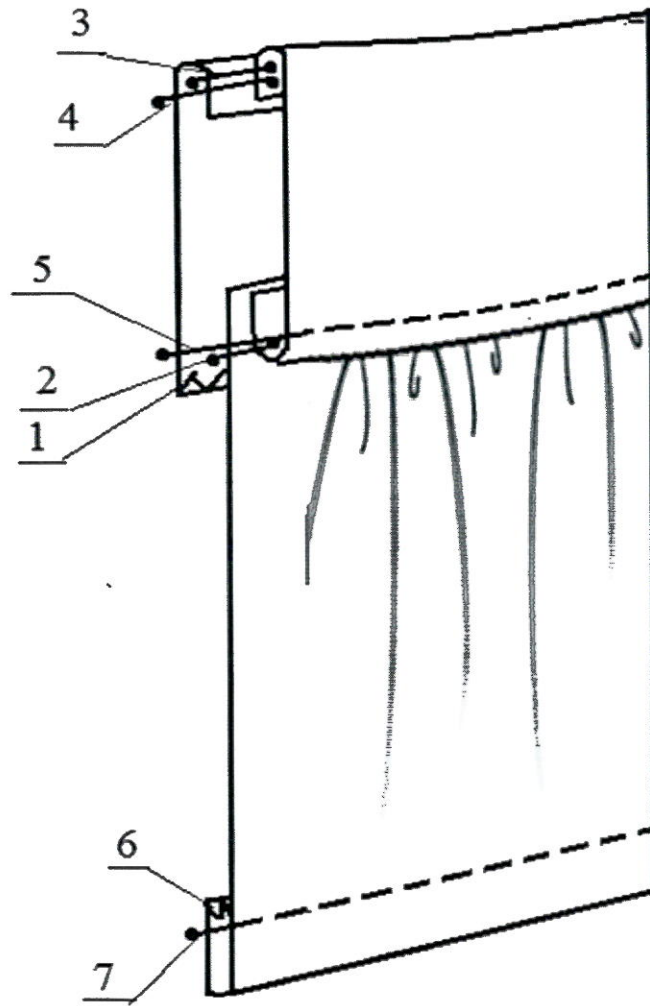

Рисунок 2 – Схема обработки переднего полотнища юбки
2) *При пошиве можете воспользоваться рекомендованной технологической последовательностью изготовления, приведенной ниже (стр. 7), а также схемой обработки (стр. 8, рис. 2), или применить свой метод изготовления, не ухудшающий качество и полностью соответствующий заданному внешнему виду фрагмента модели женской юбки.*
3. Обметать нижний срез внутренней части кокетки (строчка 1 на рис. 2).
4. Притачать внешнюю часть кокетки к переднему полотнищу, сложив их лицевыми сторонами. Строчку прокладывать между сборкообразующими строчками (строчка 2 на рис. 2).
7. Обтачать верхний край, складывая кокетки лицевыми сторонами внутрь (строчка 3 на рис. 2).
9. Настрочить внутреннюю часть кокетки на припуски шва обтачивания, ширина шва 0,1-0,2 см (строчка 4 на рис. 2).
11. С лицевой стороны кокетку отстрочить по нижнему краю, прихватывая нижний обметанный срез внутренней части кокетки (строчка 5 на рис. 2).
12. Обметать нижний срез переднего полотнища (строчка 6 на рис. 2).
13. Застрочить нижний срез переднего полотнища (строчка 7 на рис. 2). Ширина подгибки 2 см.